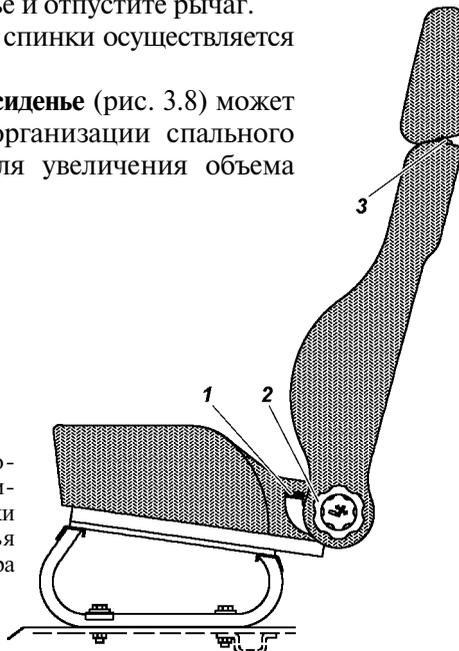

Рис. 3.7. Переднее сиденье:
-вниз также усилием руки, но при нажатой кнопке 3 (рис. 3.7) фиксатора подголовника.
Регулировка **передних сидений** в продольном направлении осуществляется с помощью рычага 1 (см. рис. 3.7):